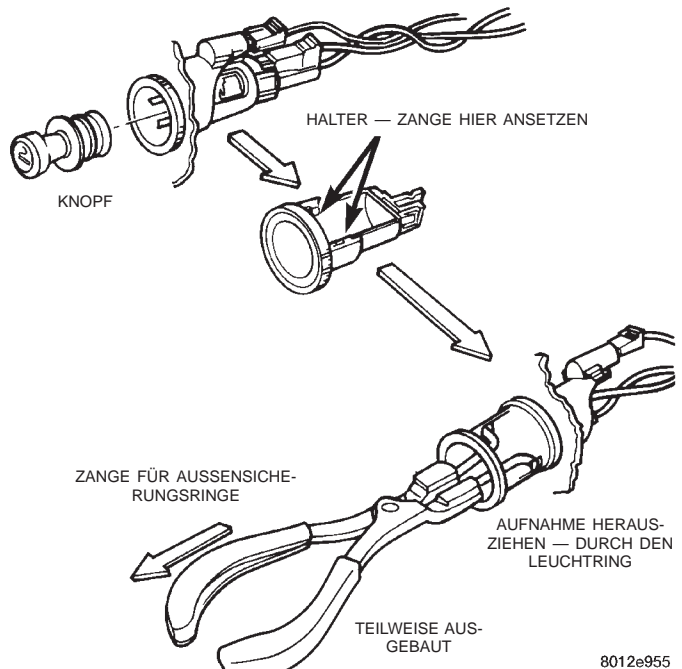

Abb. 15 Zigarettenanzünder aus- und einbauen
(1) Batterie-Minuskabel abklemmen und elektrisch isolieren.
(2) Den Knopf des Zigarettenanzünders samt Glüh-element aus der Aufnahme ziehen.
(3) Lage der Halter in der Aufnahme notieren, mit der die Einheit am Leuchtring/Halter in der Instrumententafel-Blende befestigt ist (Abb. 15).